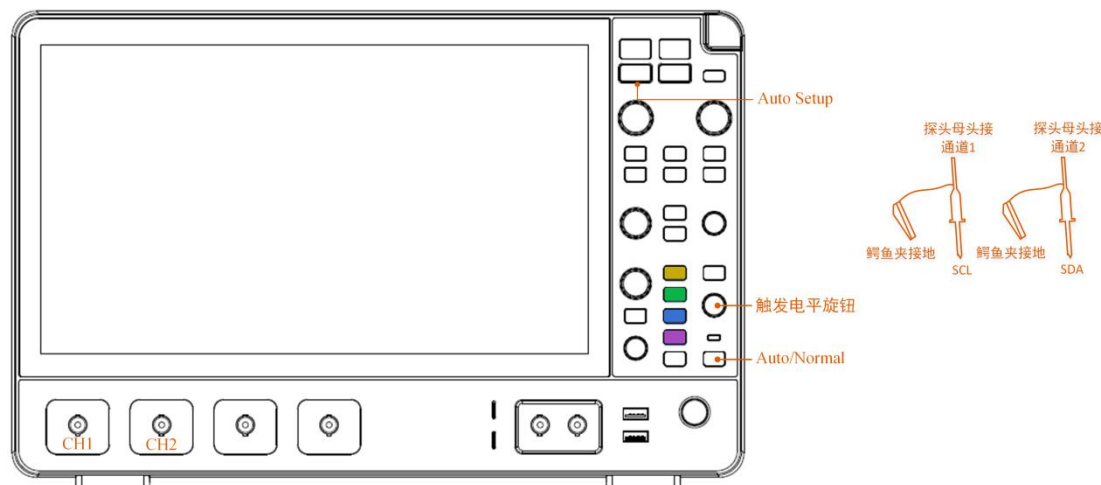

图 2.13 信号接入
- 将 MIPI-RFFE 的时钟和数据信号分别接到通道 1 和通道 2 中,如图 2.13 所示,点击【Auto Setup】一键捕获波形,让波形以较好的效果显示在界面;